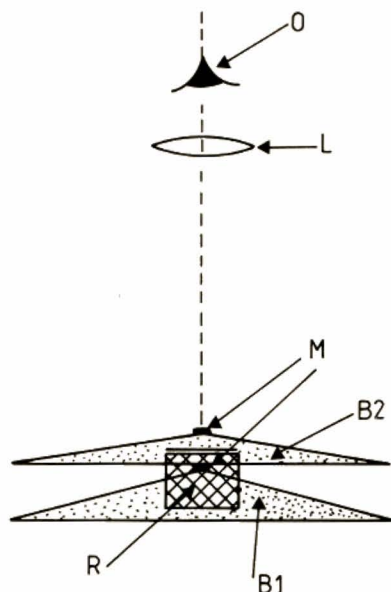

Fig. 4. - Positionnement des biprismes de 6° et 12°.
Nous installons ensuite sur une feuille blanche le biprisme de 6° sur celui de 12°, comme l'indique la figure 4. Nous faisons coïncider parfaitement les deux arêtes superposées en vérifiant leur alignement, suivant une verticale, à l'aide d'une loupe (de 3 ou 4 dioptries). La figure 4 se passe de commentaires. L'observateur regarde d'un seul œil O à travers la loupe L et doit voir la ligne du masque supérieur rigoureusement confondue avec celle du masque inférieur (M).
Deux petits rectangles ont été découpés dans du ruban adhésif mince de très bonne qualité (ruban noir pour isolation de fils électriques). Ils sont mis à la place indiquée par la figure 4, en s'aidant de pinces brucelles, et sont ensuite pres-